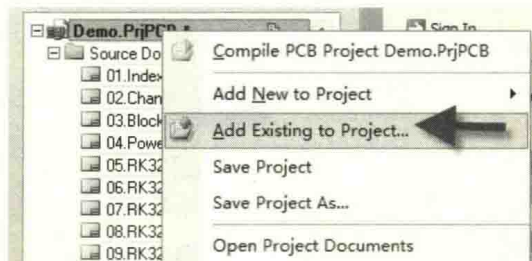

图 11-70 添加到工程中
(1) 准备需要转换的原理图，利用 Altium Designer（这里建议用 Altium Designer 11.4 版本操作）的新建工程功能新建一个工程，并把需要转换的原理图（可多页原理图）添加到工程中，如图 11-70 所示。